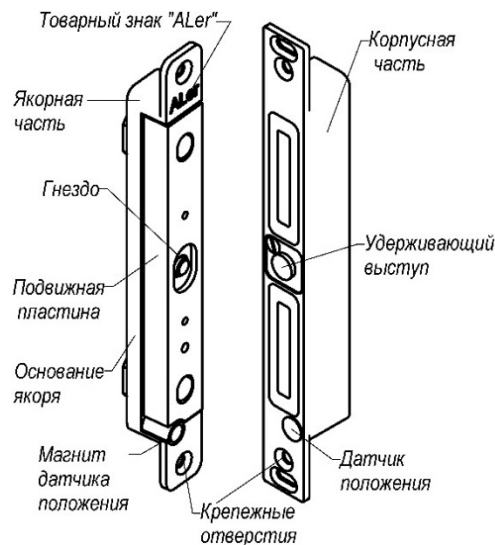

Рис. 1
4.1 ЗАМОК состоит из корпусной и якорной частей. Корпусная часть монтируется в дверной коробке, якорная часть - в двери. При закрытии двери подвижная пластина якорной части (рисунок 1) притягивается к рабочей поверхности корпусной части, при этом удерживающий выступ на корпусе входит в соответствующее гнездо пластины якоря и блокирует дверь. Величина удерживающего усилия замка определяется конструктивными размерами удерживающего выступа. При снятии напряжения питания ЗАМОК разблокируется, что приводит к отпиранию двери.
4.2 Датчик Холла, расположенный на фланце корпуса (датчик положения), и магнит датчика положения, расположенный в якорной части (рисунок 1), используются для управления внутренней электронной схемой замка и определяют режимы «ПОДБРОС» и «УДЕРЖАНИЕ». При закрывании двери по сигналу датчика положения выполняется включение обмоток замка большим током намагничивания. Тем самым реализуется режим активного притягивания («подброс» якоря). Режим «ПОДБРОС» длится 4 – 5 секунд, после чего происходит переключение в режим «УДЕРЖАНИЕ» в заблокированном положении с пониженным током потребления.
Якорная часть вертикального варианта должна быть сориентирована в гнезде по установочной метке в виде товарного знака «ALer» направлением вверх (рисунок 1), для горизонтального варианта знак «ALer» на якорной части должен находиться ближе к оси поворота двери (рисунок 3).
5.3 Для монтажа корпусной части в дверной коробке подготавливается аналогичное гнездо напротив гнезда в двери. Корпусная часть замка ориентируется относительно якорной части по датчику положения на фланце замка. Датчик положения на корпусе должен находиться напротив магнита на якорной части (рисунок 1). Рекомендуется гнездо делать на 2-5мм шире корпуса, чтобы компенсировать погрешности монтажа в поперечном направлении за счет перемещения корпусной части в пределах гнезда.